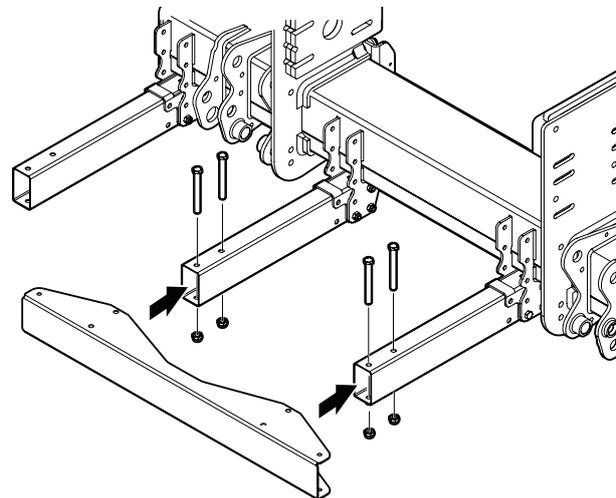

Figura 51. Montaje de perfil de chapa interno
2. Monte el perfil de chapa central con 4 tornillos M12x110 en las consolas. Consulte Figura 51.